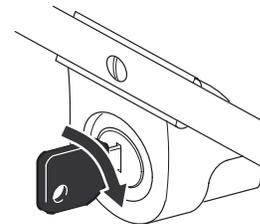

Abbildung 13
- Den Schlüssel ins Zündschloß stecken (Abb. 13).